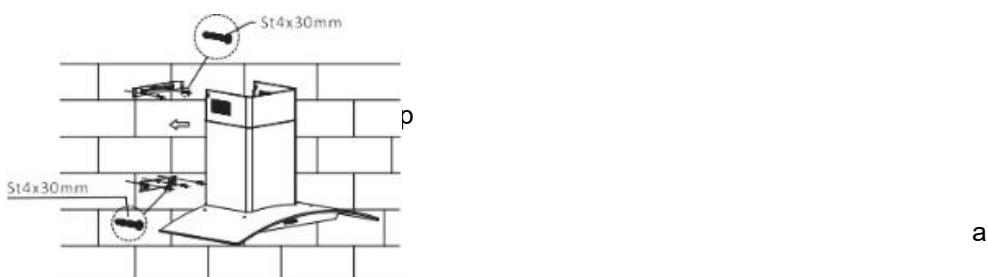

Fig. 4
3.4 Coloque la placa de vidrio de acuerdo con la dirección y sentido del cable en la campana extractora, y luego coja los tornillos para fijar el vidrio, también lleve el tubo extensible fuera de la habitación, mientras tanto, ajuste la altura de la chimenea interior a la posición del interior soporte de la chimenea y fíjelo con un tornillo, aquí asegúrese de que la chimenea interior se pueda flexionar libremente. Ver imagen 4.
- Debe conectar el tubo flexible de extracción suministrado de Ø 150 mm de diámetro interior (Fig. 4) y conducirlo al exterior a través de la salida de extracción.
- Fije la campana a la guía de suspensión (1). Compruebe que esté bien sujetada y nivélela horizontalmente.
- Fije el conducto exterior (inferior) a la guía de montaje, sin la abrazadera (3). La canaleta se fija a los orificios proporcionados desde el interior del conducto. Atornille los dos tornillos (7) desde la parte trasera.
- Coloque el conducto exterior con la guía fijada (3) sobre la campana. Fije la guía (3) a la pared, paralela a las otras guías (1+2).
- Tire hacia arriba de la cubierta del conducto interior y fije la unidad del conducto en la parte lateral de la guía montada previamente (2) apretando los tornillos (6+7).